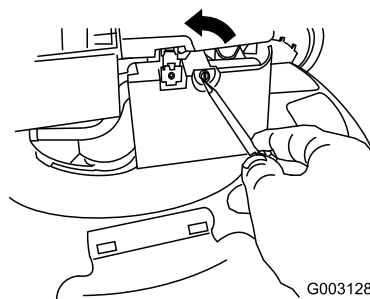

Figure 32
2. Ouvrez le couvercle du filtre à air avec un tournevis (Figure 32)